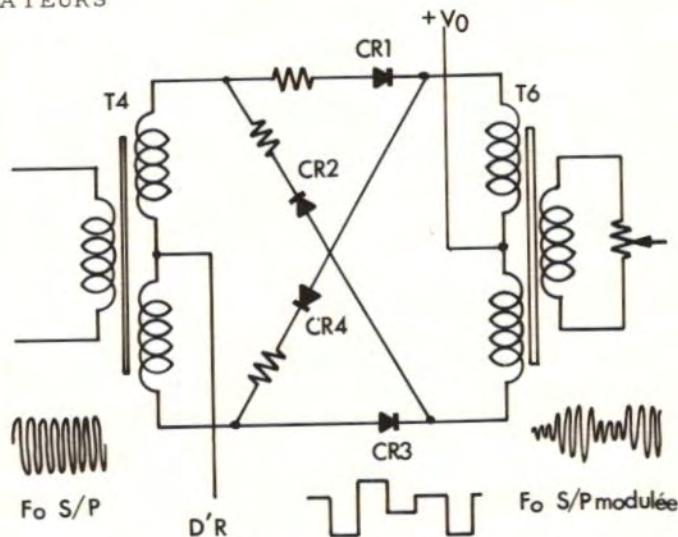

Fig 3.24
Les modulateurs équipant le tiroir Pal sont du type modulateurs en anneaux. Sur le schéma fig. 3.24, est représenté le modulateur du signal R-Y (D'R). Celui du signal B-Y (D'B) est identique. Dans ce circuit, la conduction des diodes est commandée par le signal modulant D'R. Le signal de porteuse est ainsi transmis au rythme de l'amplitude de D'R. Il subiste, en sortie, un signal de même fréquence que la porteuse, mais dont les courbes-enveloppes caractérisent la modulation sans sous-porteuse. Les niveaux variables du signal D'R déterminent la phase et l'amplitude du signal de sortie. Les transformateurs T4 et T6 sont accordés sur la fréquence de la sous-porteuse. Le niveau V₀ est fourni par les transistors Q20, Q21 pour D'R et par Q22, Q23 pour D'B. Ces circuits permettent d'obtenir des sources à basse impédance pour la polarisation des diodes des modulateurs. Le produit de la modulation est réglable par les potentiomètres R126, R127 ; il est appliqué aux transistors Q17 pour D'R et Q18 pour D'B. Ces transistors montés en amplificateurs, transmettent, alternativement les signaux D'R et D'B sur la base de Q19 émetteur suiveur de sortie. Le signal de chrominance est disponible au plot (62), voir oscillosogrammes n°s 3 et 4 - planche 14.